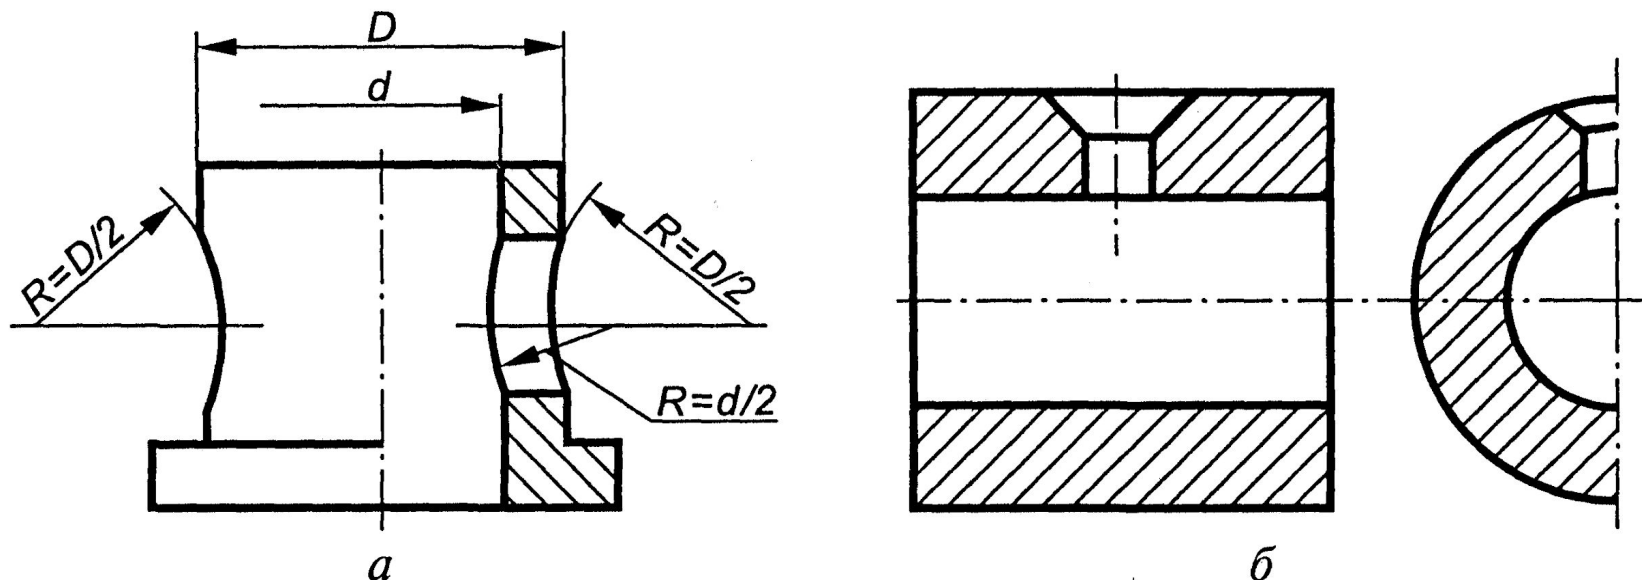

Рис.8
- На видах и разрезах допускается упрощенно изображать проекции линии пересечения поверхностей, если не требуется точное их построение. Так, например, вместо лекальных кривых можно ввести дуги окружностей (рис. 8, а) или прямые линии (рис. 8, б).